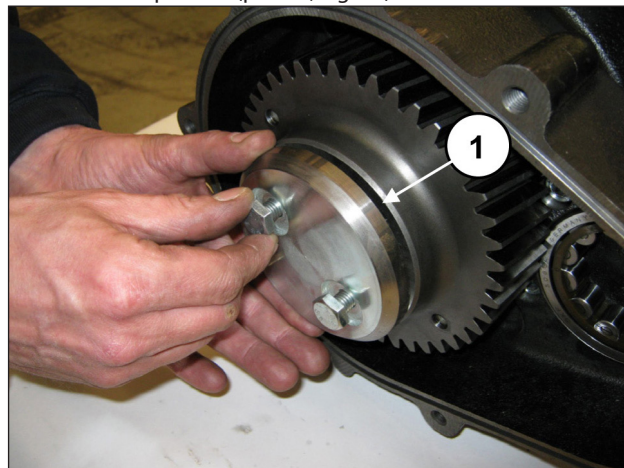

Fig. 76
Fixe a fixação da coroa (pos. ①, Fig. 76) usando os dois parafusos M10x25.